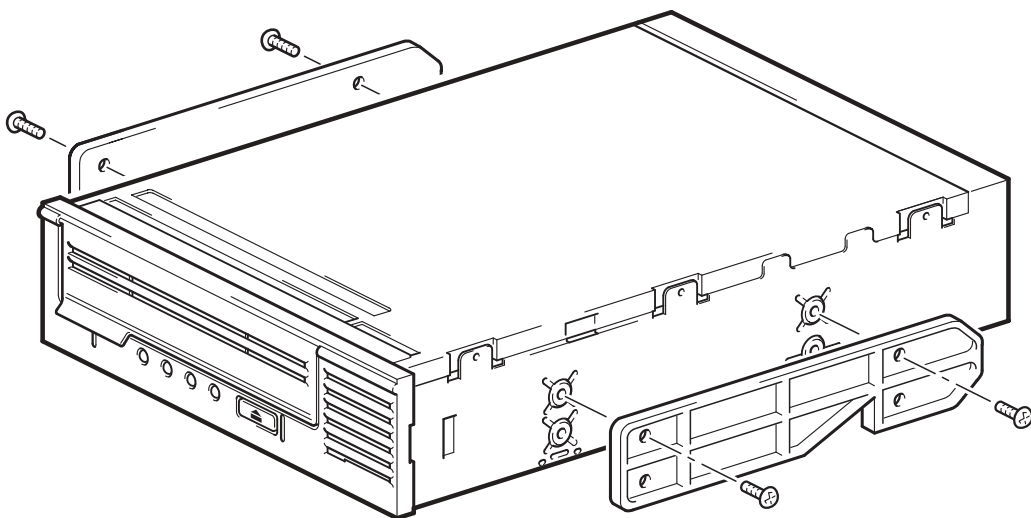

Abbildung 5a: Anbringen der Einbauschienen in einem typischen HP ProLiant 530 oder 570 Server
- 1 Bringen Sie die entsprechenden Schienen mit einem Kreuzschlitz-Schraubendreher an. Verwenden Sie die mit dem Bandlaufwerk mitgelieferten M3-Schrauben, die sich in dem mit „General Mounting Screws“ bezeichneten Schraubenpaket befinden (siehe Abbildung 5a). Vergewissern Sie sich, dass Sie die mitgelieferten M3-Schrauben verwenden. Die Schienen sind möglicherweise mit anderen Schrauben an der Abdeckblende befestigt, die nicht verwendet werden sollten. Schlagen Sie im Zweifelsfall in der Dokumentation zu Ihrem HP ProLiant Server nach.